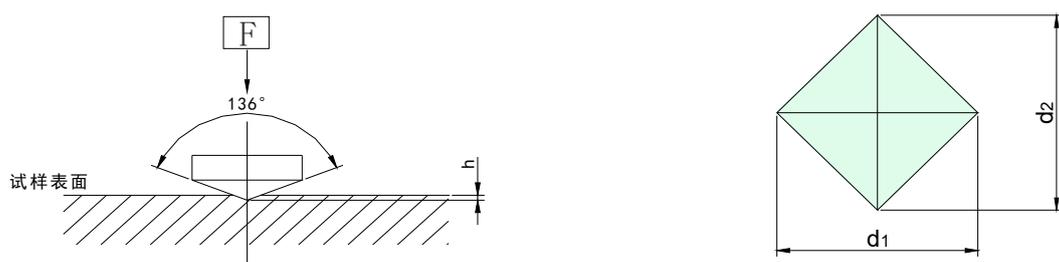

图 1.1 维氏试验原理
维氏硬度试验是用 136° 正菱形金刚石压头，以规定试验力 (F) 压入被测试物体的表面，经规定的保持试验力时间后，卸除试验力，用测微目镜测量试件表面的压痕对角线 (d)，计算压痕的锥形表面积所承受的平均压力 (N/mm^2)，即维氏硬度值。(详见图 1.1)。